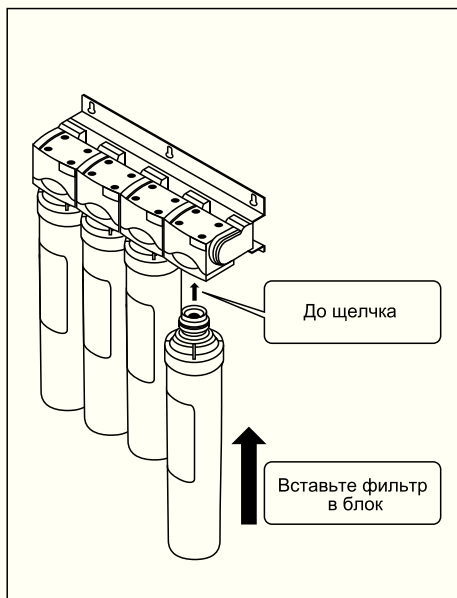

Рис. 7 Установка нажимного фильтра
1. Снимите упаковку нового **фильтра** ② и совместите верхнюю часть фильтра с отверстием нижней части **блока крепления фильтров** ① и затем вставьте его до упора (Рис. 7 на стр. 7).
2. После окончания процесса замены, откройте **водный клапан** ④.